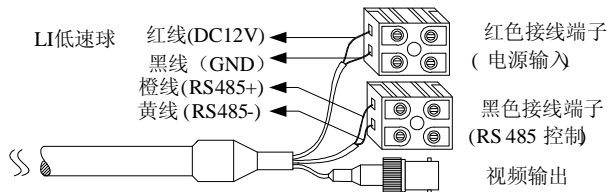

图 5
4. 将系统连接线按照图 5 的标识对应连接好，请使用随球机附带的专用开关电源。